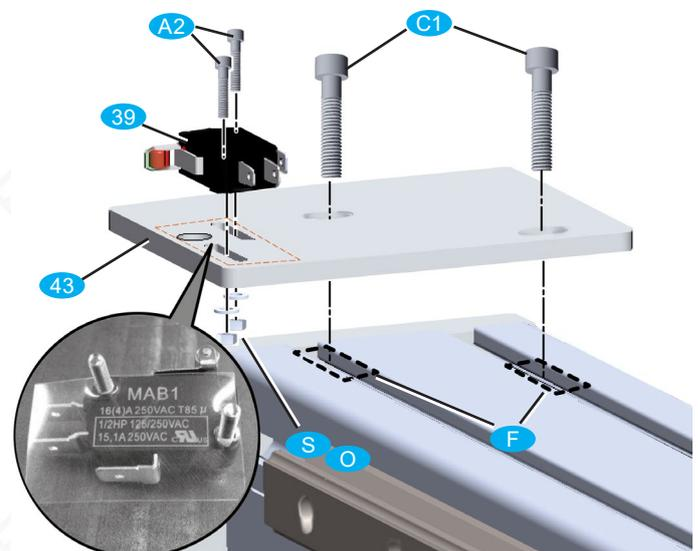

Bild 31: Referenzschalter Y. Schrauben C1 3 mm gekürzt.
- Schalterträger Y wie in Bild 31 dargestellt an der Festlagerseite ansetzen, dabei Hammermuttern in die T-Nut des Alu-Profiles einfädeln.